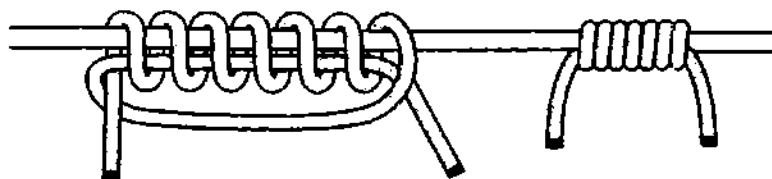

Рис. 78. **Рыбацкий стопорный узел** (**кровавый узел**, завязанный на леске).
*Кровавый узел* у рыбаков называется *рыбацкий стопорный узел* (рис. 78). С помощью этого узла можно связать надёжный стопор на леске для скользящего поплавка. Такой стопор легко передвигается по леске, а при резких рывках выдерживает значительное усилие. Количество шлагов у такого узла может быть от 4 до 6. Чтобы узел затянулся правильно, основная леска должна быть натянута. Чтобы узел легко проходил сквозь кольца удочки, кончики необходимо оставлять подлиннее, сантиметра 2–4, чтобы они были не жёсткие, а гибкие. Этими длинными кончиками, при необходимости, узел можно легко дотянуть. Для удобства завязывания *рыбацкого стопорного узла* можно использовать соломинку для напитка, на которую кладутся шлагги, после чего внутрь соломинки продевается леска. Затем соломинка извлекается и узел затягивается. Вместо соломинки можно использовать швейную иглу. Если нет под рукой ни соломинки, ни иглы, то можно связать *францисканский узел*, который ничуть не хуже *рыбацкого стопорного узла*, а вяжется намного проще.